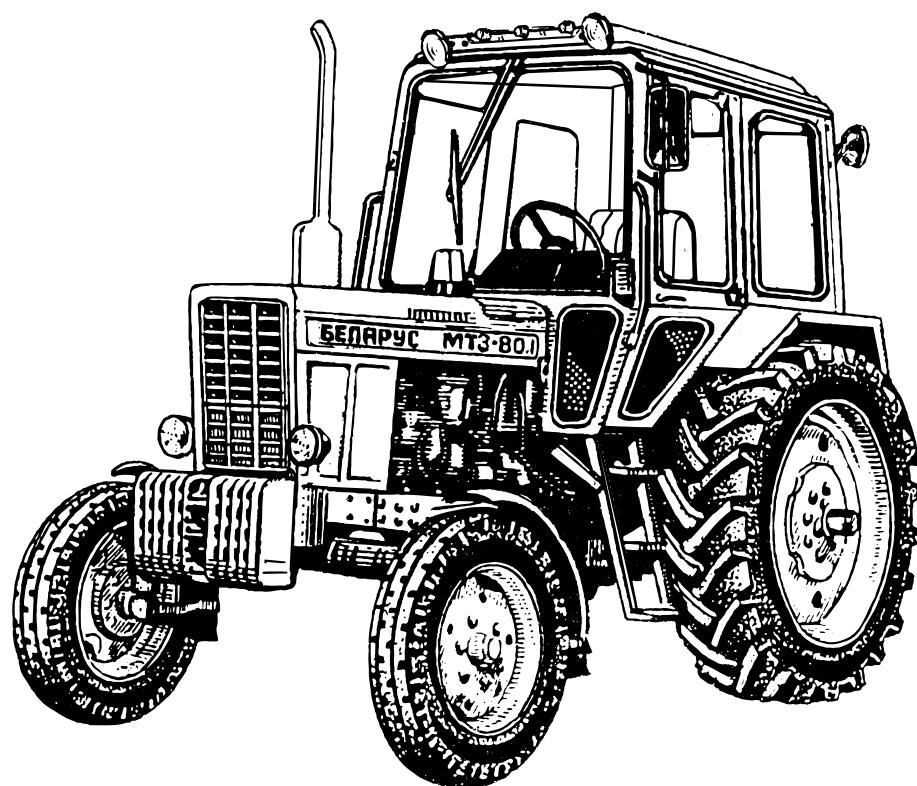
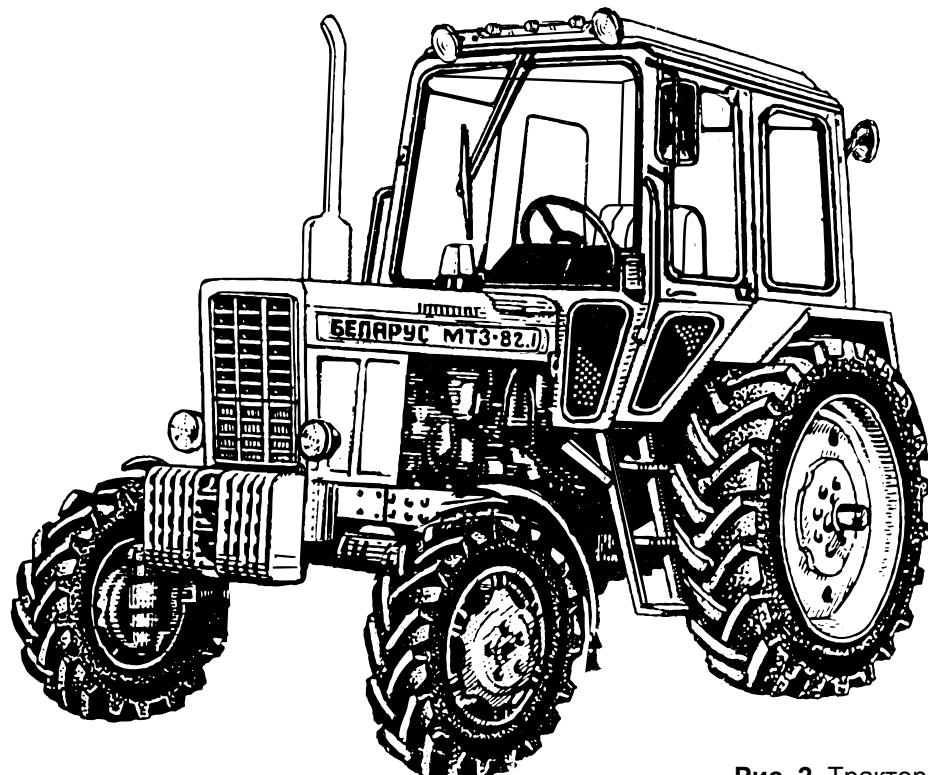

Рис. 1. Трактор Беларус 80.1
Рис. 2. Трактор Беларус 82.1
Колесные тракторы Беларус 80.1 (рис. 1), Беларус 80.2, Беларус 82.1 (рис. 2), Беларус 82.2 являются универсальными сельскохозяйственными тракторами класса 1,4 тс (14 кН). Они отличаются между собой типом ходовой системы: Беларус 80.1/80.2 – с одной ведущей осью, Беларус 82.1/82.2 – с двумя ведущими осями. Тракторы имеют полурамную конструкцию. Их остов состоит из полурамы, корпусов муфты сцепления, коробки передач и заднего моста. Дизель спереди эластично закреплен на переднем брусе, а сзади жестко соединен с корпусом муфты сцепления.
- вставьте ключ 1 (рис. 2 а) в отверстие кнопки 2 ручки;
Рис. 2а.